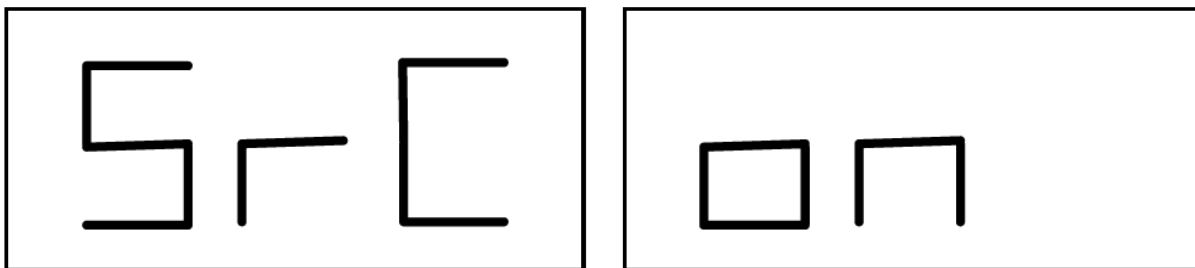

Bild F3.11
1. Starten Sie den Suchmodus mit dem Drücken von [P2] bis der Schriftzug "SrC" und "on" angezeigt werden (siehe Bild F3.11).